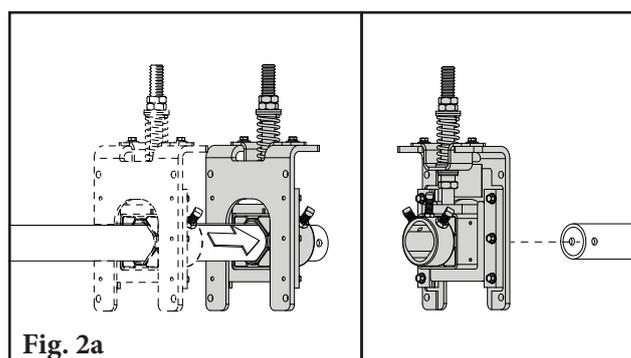
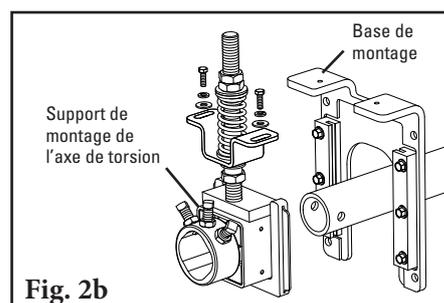

Fig. 2a
Fig. 2b
2. **Installez l'axe.** Faites glisser l'axe dans l'un des montages sur la longueur nécessaire, puis placez l'autre extrémité dans le montage opposé (Fig. 2a). Si l'espace n'est pas suffisant, retirez l'un des montages de la base de montage, faites glisser l'axe dans celle-ci et réassemblez (Fig. 2b).